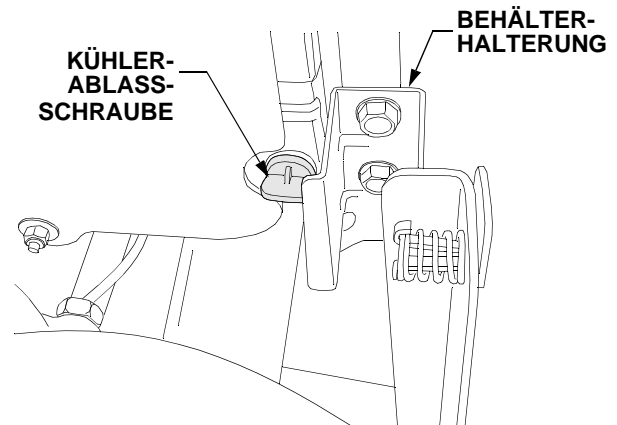

Abbildung 56
- Die Kühlerablassschraube befindet sich am Kühler rechts unten. Siehe Abbildung 56.